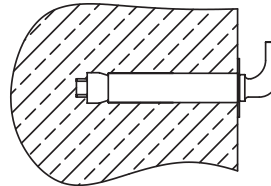

Fig. 5
2. După alegerea locației de montare, faceți două găuri în peretele la adâncimea necesară și introduceți șuruburile, rotiți cârligul în sus, strângeți bine piulițele, apoi instalați încălzitorul de apă pe acesta (vezi fig. 5).